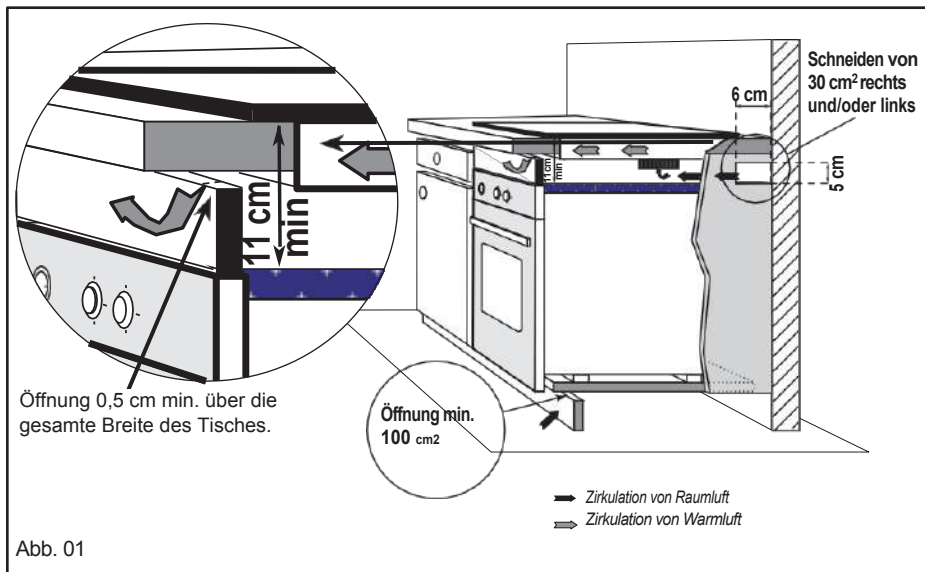

Abb. 01
– Über einem Ofen (Abb. 01)
Wir schlagen dazu einen 30 cm² großen Ausschnitt an der Rückseite einer Seite der Einbaunische vor (Abb. 01).